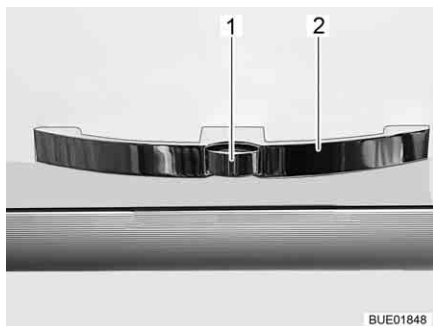
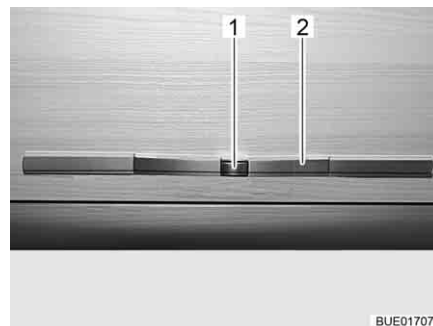

Fig. 48 Abattant de placard avec poignée (exemple)
Fig. 49 Abattant de placard avec poignée (alternative)
- Appuyer sur le bouton de déverrouillage (Fig. 48,1 ou Fig. 49,1) de la poignée (Fig. 48,2 ou Fig. 49,2) et le maintenir enfoncé.